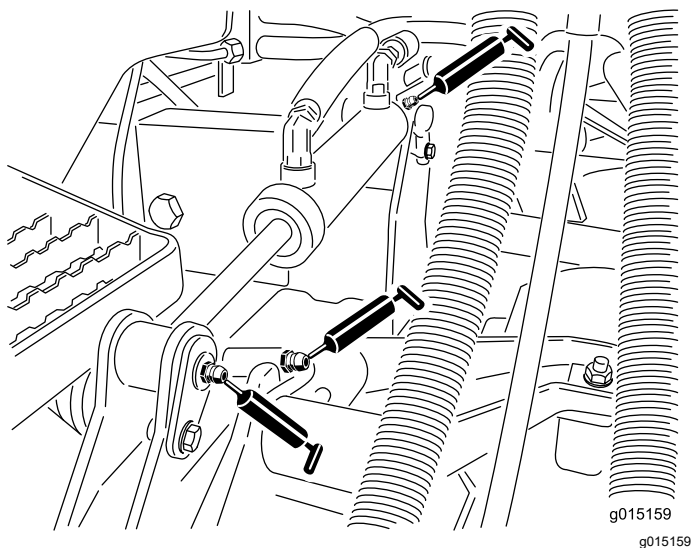

Figura 115
- Bucele braului de ridicare (1 per unitate de tăiere), consultați Figura 115
- Bucele cilindrului de ridicare (2 per unitate de tăiere), consultați Figura 115